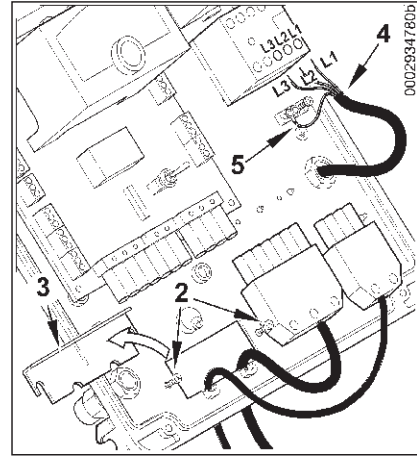

图2
- 拧开螺丝（2），然后取下压板（3），将7孔插头和4孔插头从孔中间穿过（图2）。将电源（4）与接触器连接，固定接地电缆（5），锁紧相应的线缆固定头。